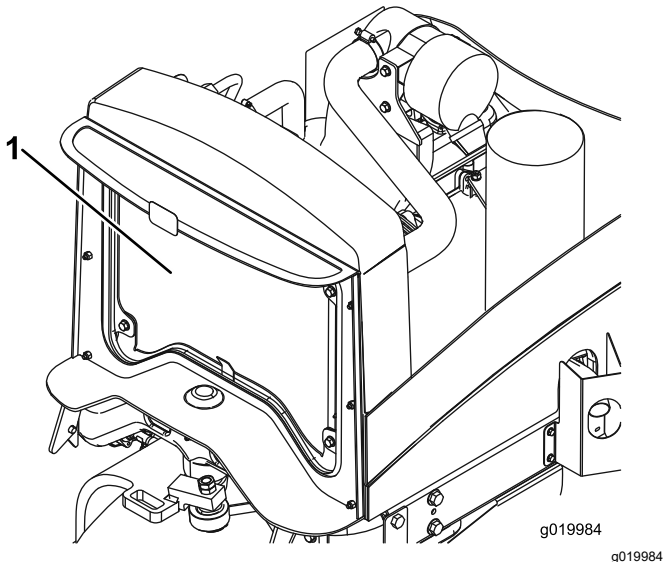

Figura 62
4. Limpie a fondo ambos lados del radiador con aire comprimido (Figura 62).